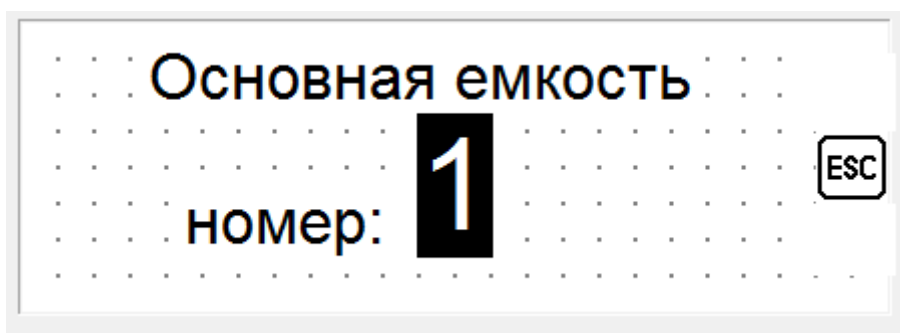

рис.5
3.5. Окно выбора основной емкости 1 или 2. По уровням воды в указанной в этом окне емкости система работает в режиме автомат. Для возврата назад нажимаем кнопку «ESC». См. рис.5 .